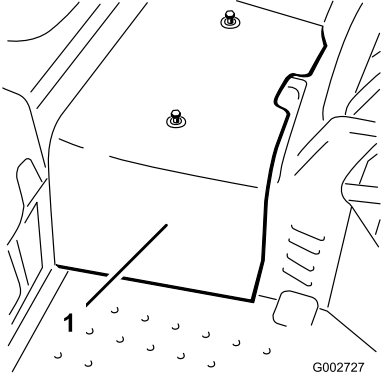

Bild 44
2. Lösen Sie die zwei Schrauben, mit denen die mittlere Haube an der Maschine befestigt ist, und nehmen Sie die Haube ab (Bild 44).